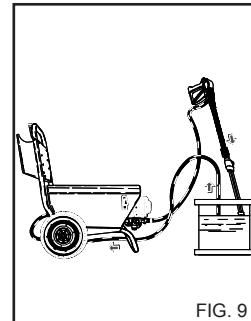

FIG. 9
- 1) Efter brug sammen med rengøringsmidlet skal højtryksvandsystemet skyldes omhyggeligt: Lad pumpen være aktiveret i 1 minut, mens doseringshansen er fuldstændigt lukket. (fig. 9).
4) Efter anvendelse med sæbe skal sugekredsløbet skyldes. Sæt slangens til sæbeindsugning (fig. 9) ned i en dunk med rent vand og lad pumpen køre i ca. 1 minut med spulerøret i sæbetilsætningsfunktion.